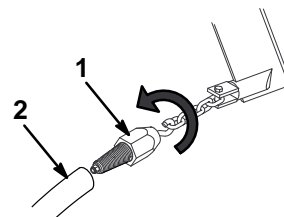

Figure 7
2. Visser l'extrémité fileté du boulet d'accrochage dans le tube à placer, en veillant à les assembler étroitement (Fig. 7).